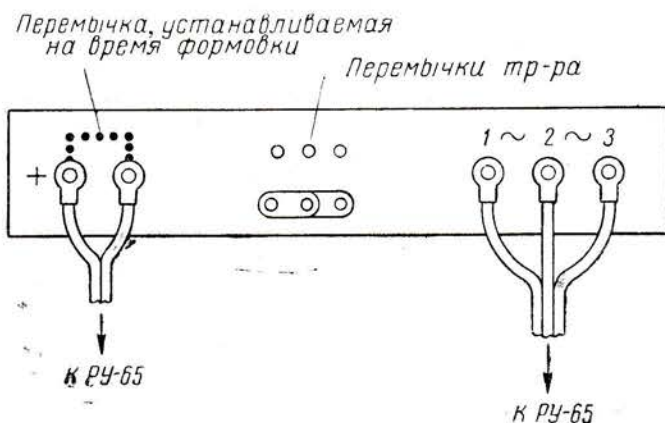

Рис. 8
1) включить линию переменного тока к клеммам переменного тока 1, 2 и 3, находящимся на расщивочной панели выпрямителя (рис. 8);
4) на время электрической формовки выпрямителя клеммы выхода постоянного тока (+) и (-) перемкнуть между собой голым медным проводником сечением 2,5—4 мм2 (замкнуть накоротко), как это показано пунктирной линией на рис. 8;